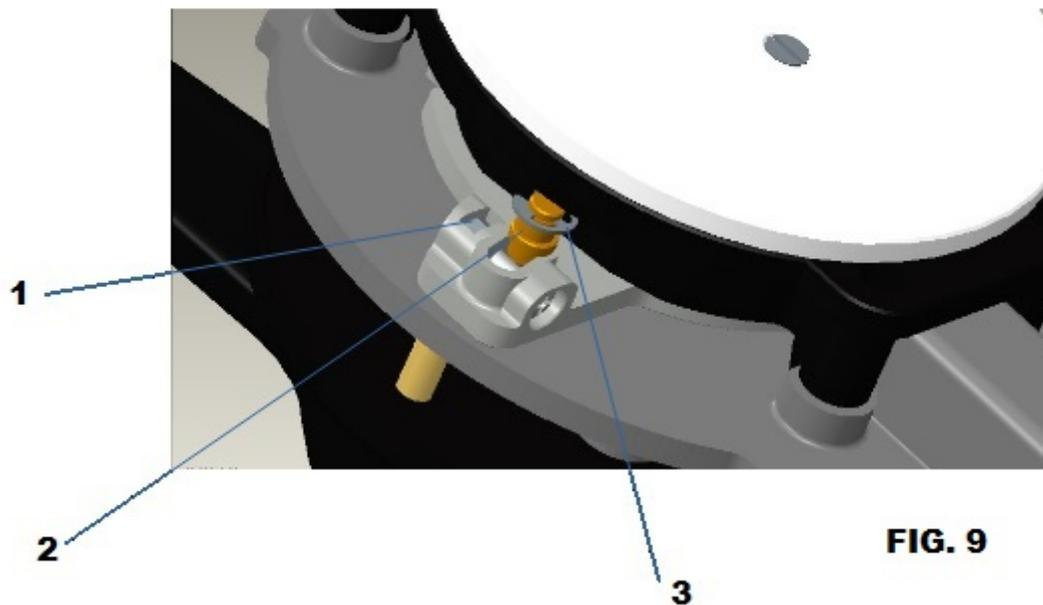

FIG. 9
1. Inserire il perno invertitore **(2)** nell'occhiello del terminale del cavo di comando e bloccarlo con il seger **(3)** (**Fig. 9**). Il cavo deve essere posizionato nelle sedi E o F (**Fig. 3**) in base alla direzione di installazione della scatola.
2. Inserire il perno invertitore nell'asola (**Fig. 9**) e posizionarlo in posizione "C" (verso l'interno) o "D" (verso l'esterno) a seconda della corsa richiesta (**vedi Fig. 3**). Fissare il perno con la vite M4 x 18 **(9)** e il bullone M4, preventivamente da inserire in 1 (**vedi Fig. 9**).